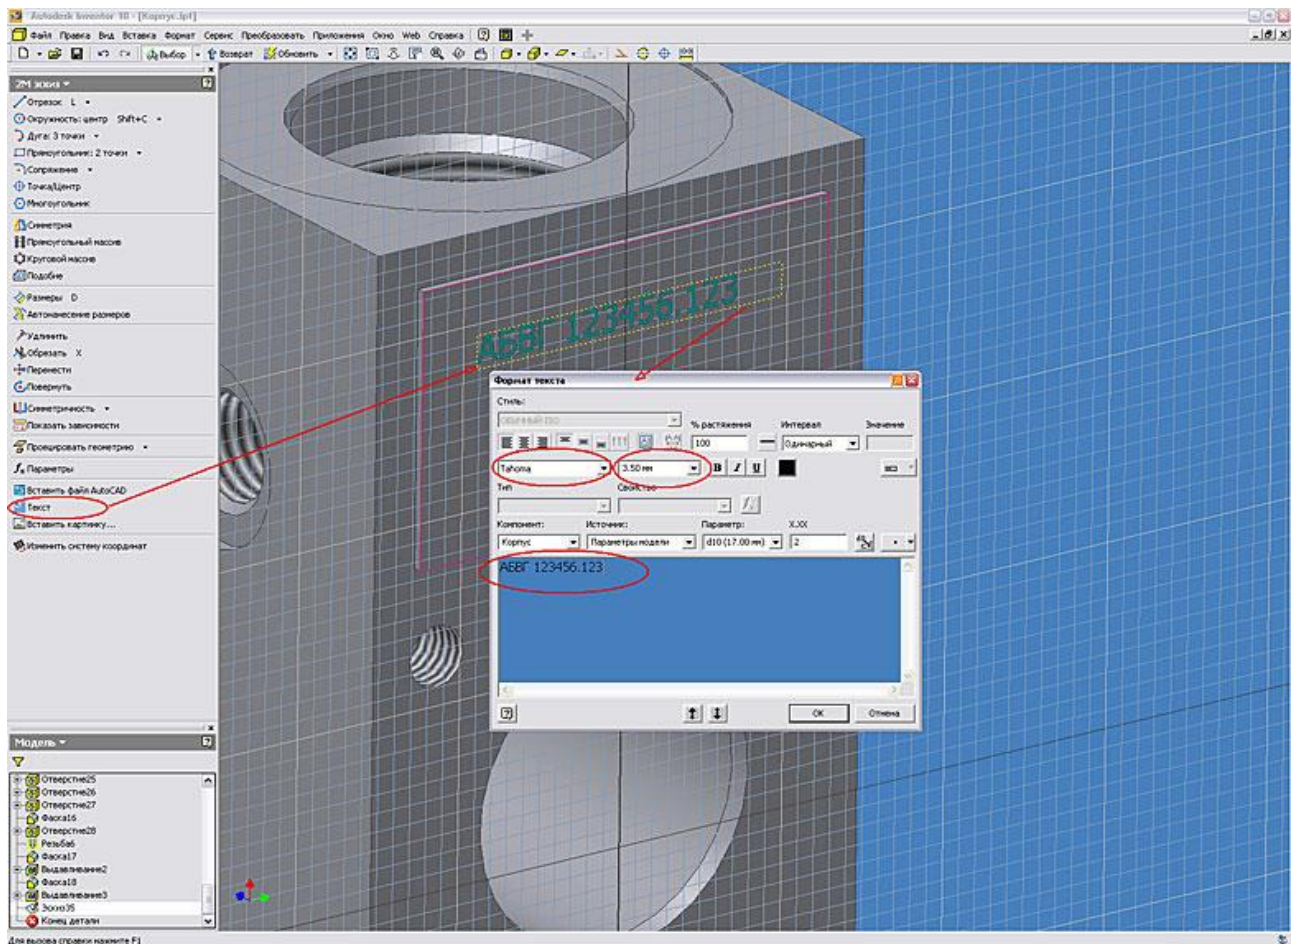

Рис. 2
2. Для начала необходимо построить эскиз на плоскости, на которой должен быть размещен рельеф. Затем, выбрав команду «Текст» указываем область размещения надписи. В открывшемся диалоговом окне вводим текст надписи и определяем её параметры (например, шрифт, высоту надписи и т.д.). Задание параметров текста аналогично таким приложениям как Autocad или MS Word. Для более точного расположения и направления текста можно использовать стандартные команды палитры инструментов (Размеры; Перенести; Повернуть) (см. Рисунок 2).